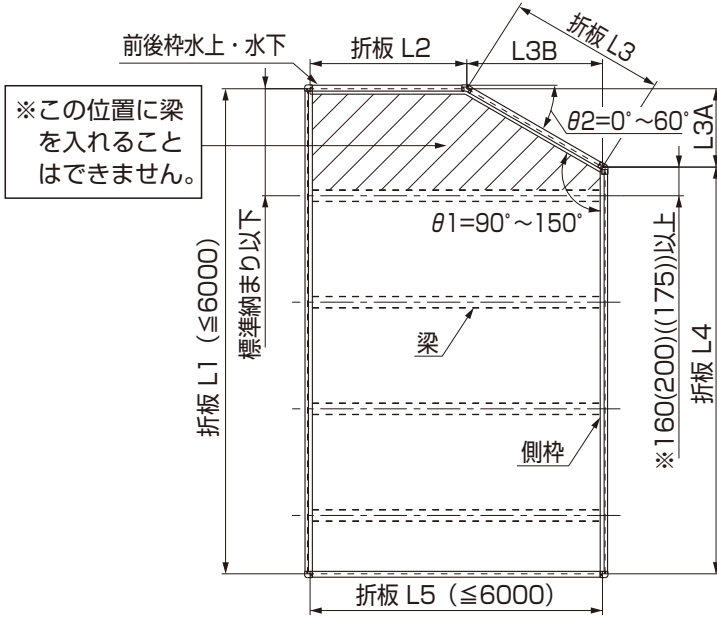
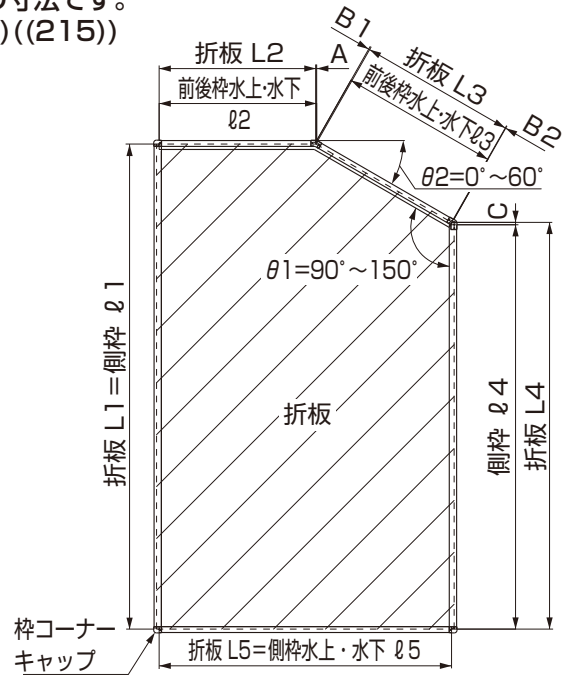

図6-1
図6-2
- 施工可能寸法表の寸法範囲内で施工してください。（図6-1、図6-2、表6-1、表6-2参照）